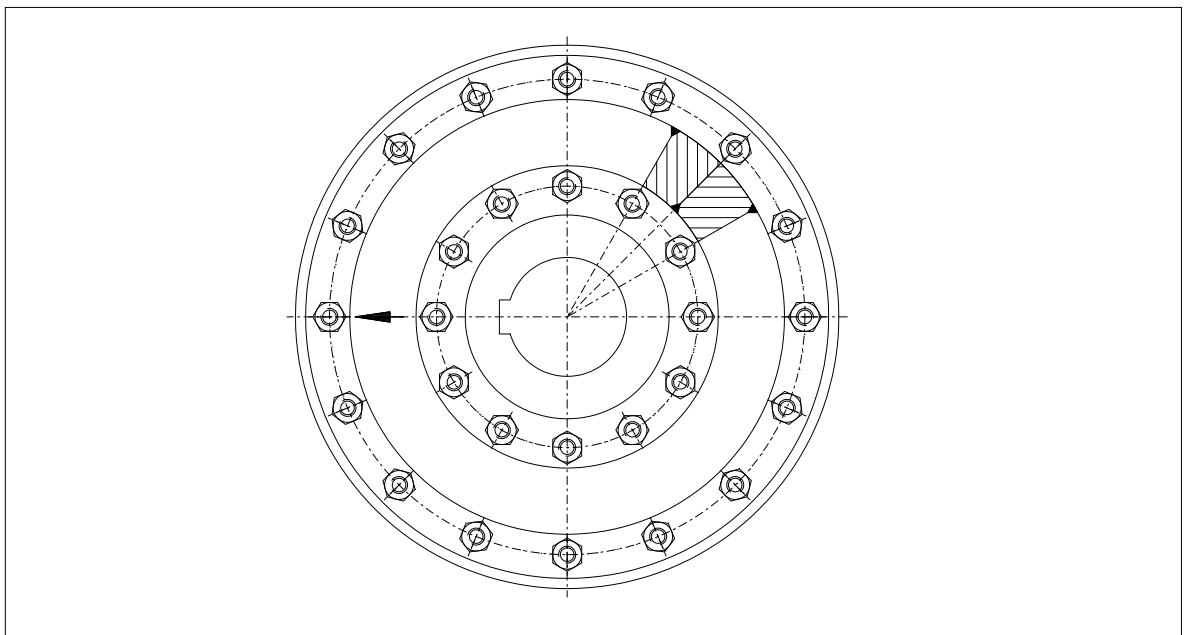

图 9: 磨损检查
ELPEX-联轴器的功能只能通过输入端与输出端之间的扭力偏差检查。在弹性环 (5) 上设置有三个三角形 (见插图 9)。如果内三角形在两个外三角形的区域内，联轴器的功能正常。一旦内三角形在右边或左边超出区域，就有必要更换弹性环 (5)。